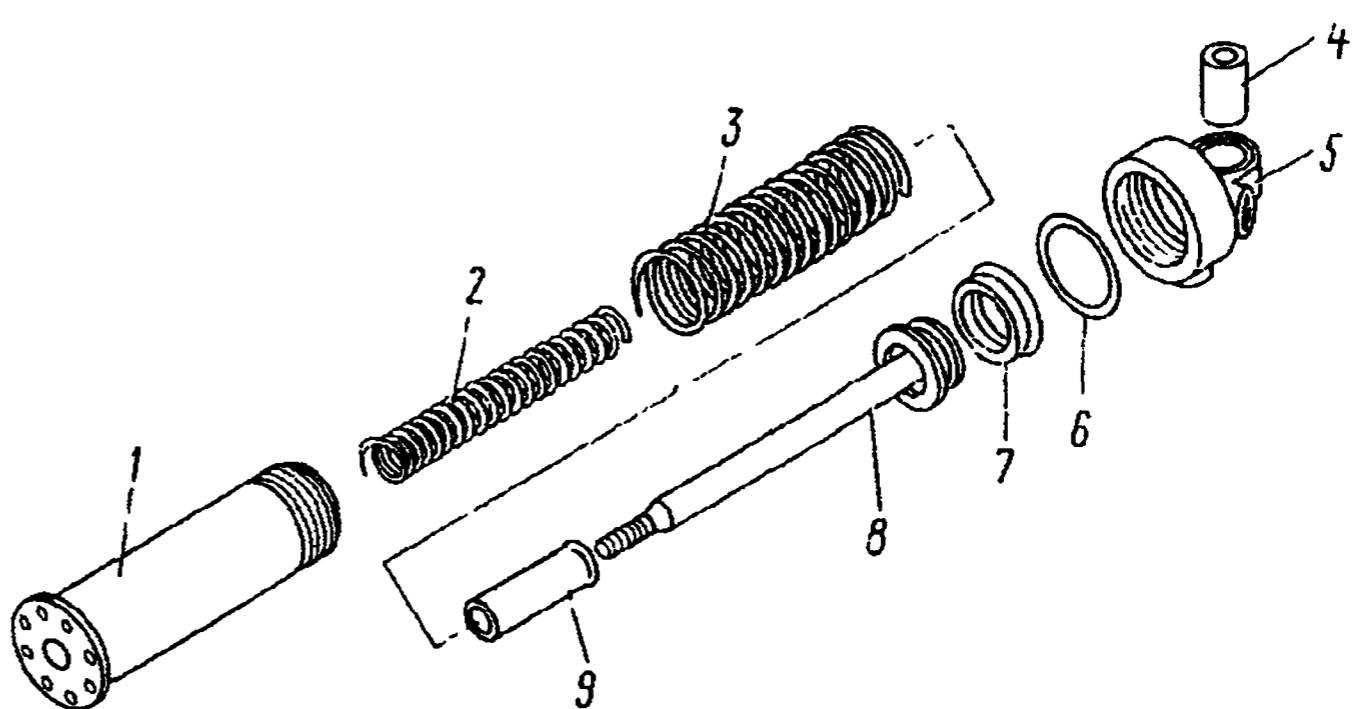

Рис. 317. Цилиндр пневматический Ø 35×65 вспомогательной тормозной системы и Ø 30×25 выключения подачи топлива:
2. Отверните крышку 5 (рис. 317) цилиндра 1	—